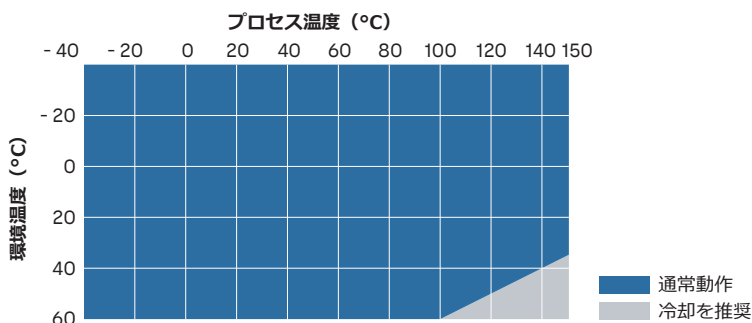

図 32 プロセス温度と推奨される冷却
- 図 32 (ページ 177)に従って、追加冷却を使用します。図に示されている値は指標値です。必要な冷却は、設置場所と設置環境によって異なります。